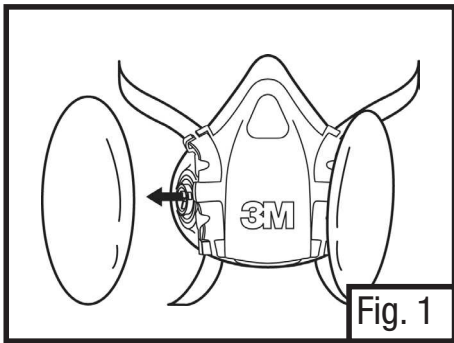

Fig. 1
1. Remove the filter from the right side of the respirator. (Fig. 1)
1. Retirer le filtre qui se trouve du côté droit du respirateur. (Fig. 1)